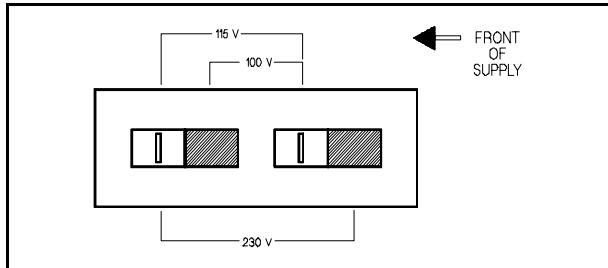

図 2. ライン電圧セレクタ (115Vac に設定)
- PCボードのライン電圧セレクタ・スイッチの2つのセクションで、目的のライン電圧に設定します(図2を参照)。